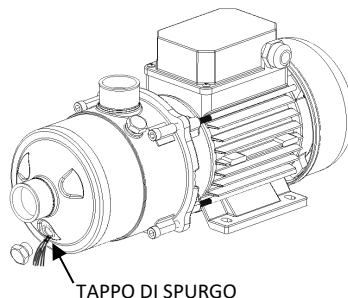

Fig.5
- Le nostre pompe non hanno bisogno di nessuna manutenzione. Si raccomanda tuttavia di vuotare il corpo pompa durante i periodi di bassa temperatura, o in caso di inattività, attraverso il tappo di spurgo (Fig. 5). Se il periodo di inattività fosse molto lungo, si dovrà pulire e riporla in un luogo secco e ventilato.